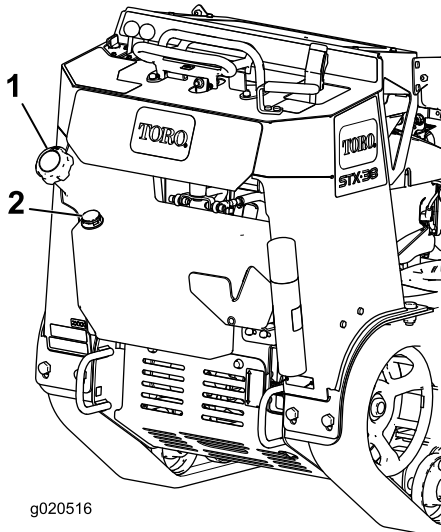

Figura 17
3. Limpie la zona alrededor del tapón del depósito de combustible y retire el tapón (Figura 17).